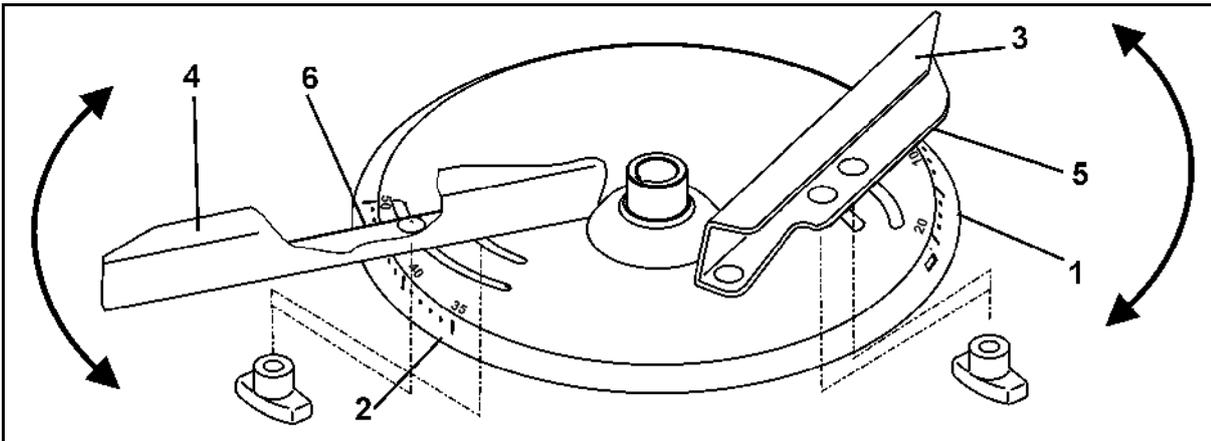

Fig. 42
Zur exakten, werkzeuglosen Einstellung der einzelnen Streuschaufelstellungen sind auf jeder Streuscheibe zwei unterschiedliche, unverwechselbare Skalen (Fig. 42/1 und Fig. 42/2) angeordnet.
- Der kürzeren Streuschaufel (Fig. 42/3) ist die Skala (Fig. 42/1) mit den Werten von 5 bis 28 und der längeren Streuschaufel (Fig. 42/4) die Skala (Fig. 42/2) mit den Werten von 35 bis 55 zugeordnet.
- Für die kurze Streuschaufel (Fig. 42/3) den Einstellwert an der Ablesekante (Fig. 42/5) ablesen.
- Für die lange Streuschaufel (Fig. 42/4) den Einstellwert an der Ablesekante (Fig. 42/6) ablesen.
- Das Verschwenken der Streuschaufeln auf einen höheren Zahlenwert der Skala (Fig. 42/1 bzw. Fig. 42/2) bewirkt eine Vergrößerung der Arbeitsbreite.